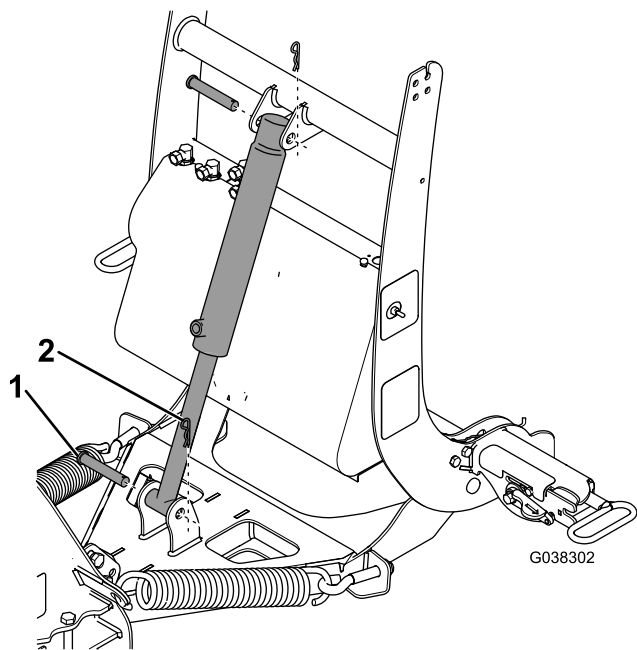

Figure 6
- Fixez le côté tige du vérin de levage au cadre de poussée à l'aide d'un axe de chape (5/8 po) et d'une goupille fendue (Figure 6).
- Fixez le côté libre du vérin de levage à la tour d'accouplement à l'aide d'un axe de chape et d'une goupille fendue (Figure 6).